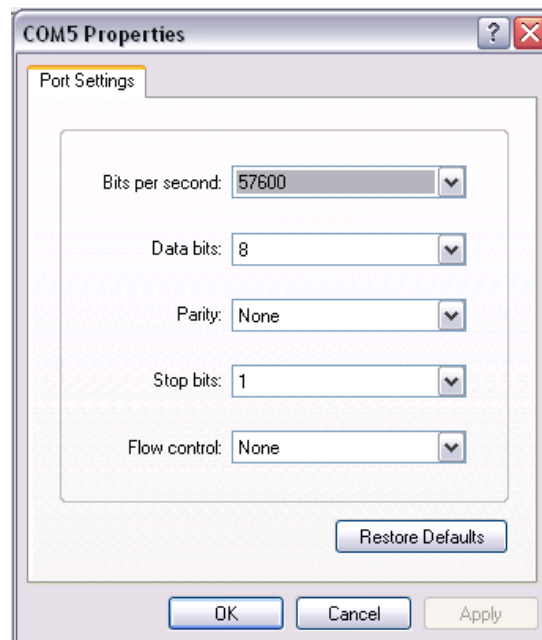

図 2 HyperTerminal (ハイパーターミナル) の
3. “Connect Using (接続方法)” で、該当する COM ポートを選択します。これは、MCEDesigner が制御基板と交信する際に使うポートと同じかもしれません。“OK” をクリックすると、Properties (プロパティ) ウィンドウが開きます。“Bits per Second (ビット/秒)” フィールドに 57600 を、“Flow control (フロー制御)” に None (なし) をそれぞれ設定して、残りの設定が図 2 のようになっていることを確認します。